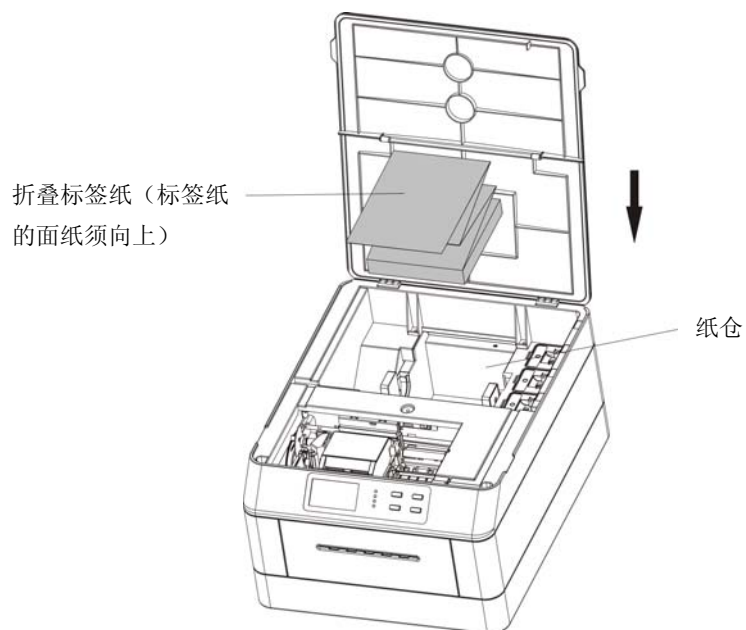

图 3-8 安装折叠标签纸
(3) 根据标签纸的宽度调整好纸宽限位组件，放进打印机的纸仓中。(如图 3-8 所示)。